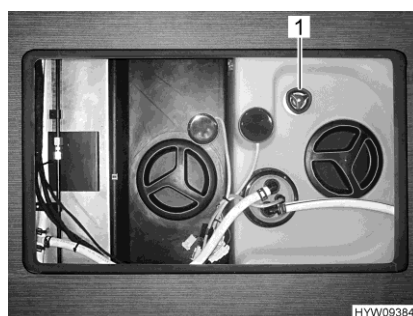

Fig. 193 Tirador giratorio (depósito de agua)
- Girar el tirador giratorio (Fig. 193,1) sobre el depósito de agua en sentido de las agujas del reloj, hasta el tope.
- Girar el tirador giratorio (Fig. 193,1) sobre el depósito de agua en sentido contrario a las agujas del reloj, hasta sentir resistencia. El agua se saldrá hasta aprox. 20 litros.
- Girar el tirador giratorio (Fig. 193,1) del depósito de agua en sentido contrario a las agujas del reloj sobrepasando la resistencia, para abrir el orificio de salida completamente.